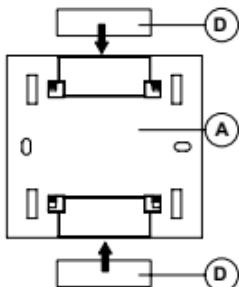

Fig. 4.
Of bevestig de borgplaat A (fig.4) met de bijgeleverde plakstroken(D) op een glad/ vlak oppervlak (dit mag geen metaalachttige oppervlakte zijn)